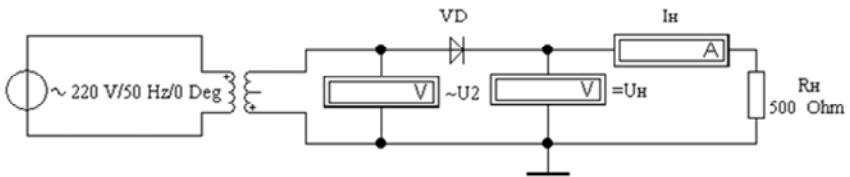

Рис. 16.3. Однополупериодное выпрямление (файл **rect14.ewb**)
3. Решить задачу 13.14 [2]. Проверить решение задачи в EWB (файл **rect14.ewb**, рис. 16.3). Найти отношение показаний вольтметров  $U_H/U_2$ .